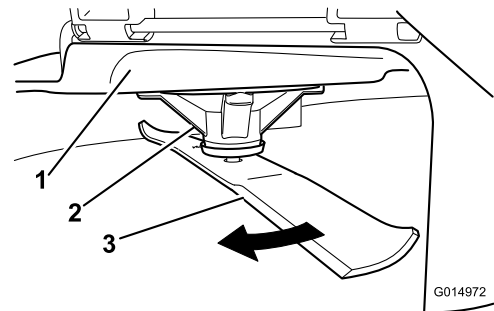

Bild 57
2. Tragen Sie dicke Handschuhe oder andere angemessene Handschuhe und drehen Sie das Messer langsam in eine Stellung, in der das Messen des Abstands zwischen der Schnittkante und der ebenen Fläche der Maschine möglich ist (**Bild 57**).